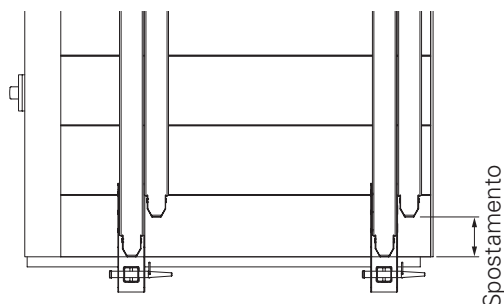

Fig. B5.04a
- Se le travi vengono spostate solo leggermente l'una rispetto all'altra, fissare il supporto montante parapetto Multi (94) prima di installare la trave. Altrimenti, i fori per viti e bulloni possono essere coperti. (Fig. B5.04a)